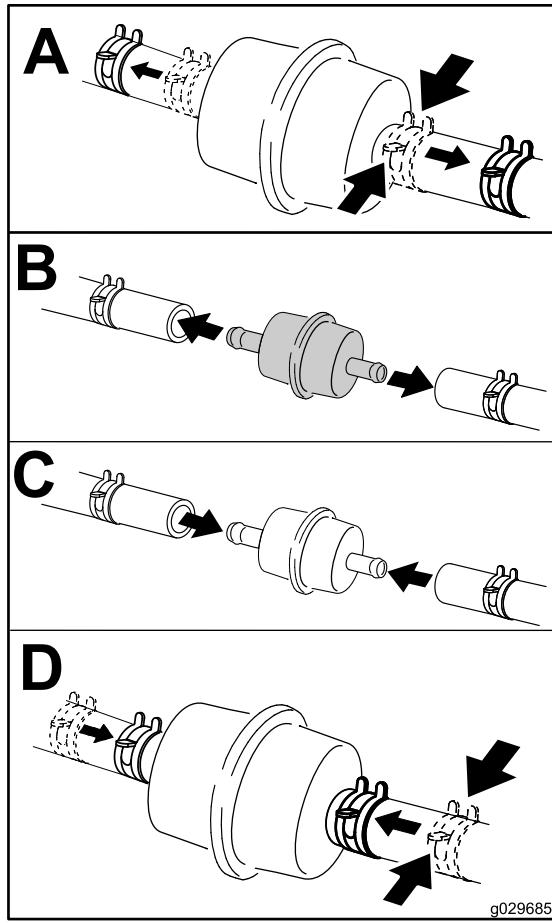

Figure 40
4. Remplacez le filtre à carburant comme montré à la Figure 40.